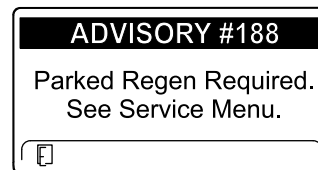

Figure 82
- ADVISORY #188 (avis n° 188), demande de régénération en stationnement (Figure 82)